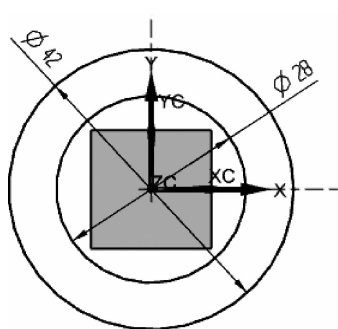

图 2-33 绘制  $\phi 42$  和  $\phi 28$  的圆
①在“草图”工具条中单击  图标,创建  $\phi 42$  的圆。
②在“草图”工具条中单击  几何约束图标,约束圆心在坐标系原点。
③在“草图”工具条中单击  图标,创建  $\phi 28$  的圆。
④在“草图”工具条中单击  几何约束图标,约束两圆同心,如图 2-33 所示。